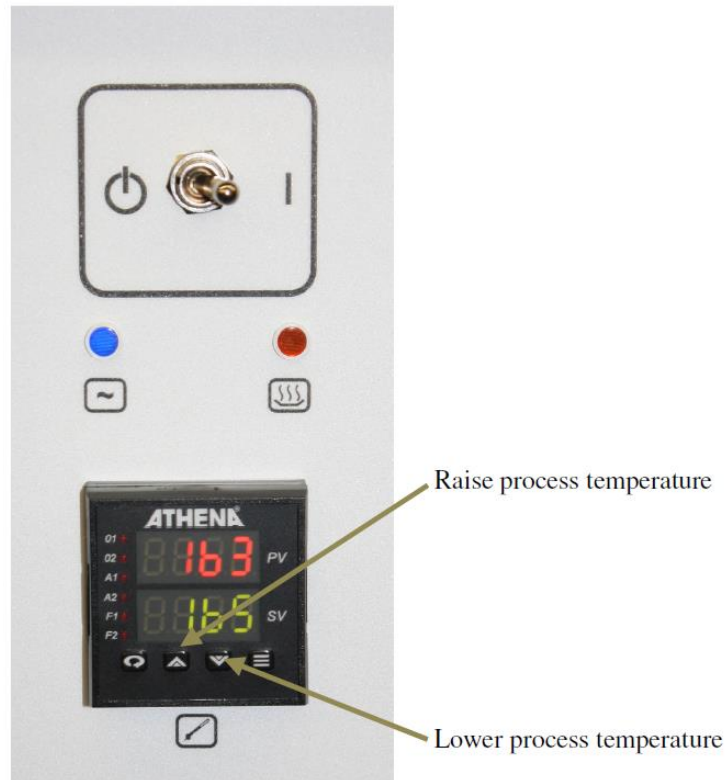

Abbildung 1 - Digitales Bedienfeld
9. Abbildung 1 zeigt die beiden Knöpfe, mit denen die gewünschte Temperatur eingestellt werden kann.